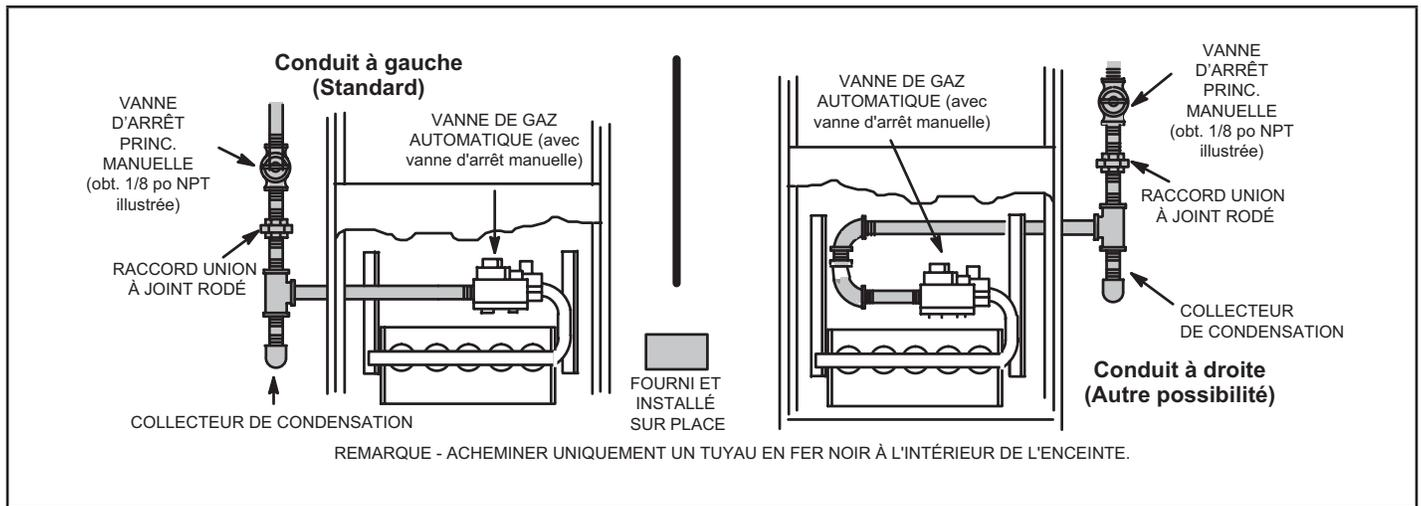

Figure 51
- 1 - La canalisation de gaz peut pénétrer dans l'appareil par le côté droit ou le côté gauche. La canalisation d'alimentation entre dans la vanne de gaz par le côté de la vanne, comme illustré à la Figure 51. Connecté la canalisation de gaz sur la vanne. La canalisation de gaz doit être serrée à un couple minimum de 350 livres et un maximum de 800 ;ivres sur la vanne de gaz.
- 3 - La canalisation de gaz ne doit pas traverser les conduits d'air, les chutes à linge sale, les cheminées ou conduits d'évacuation des gaz, les monte-plats ou les cages d'ascenseur. Centrer la canalisation de gaz dans l'ouverture. La canalisation de gaz ne doit pas toucher le côté de l'unité. Voir la Figure 51.